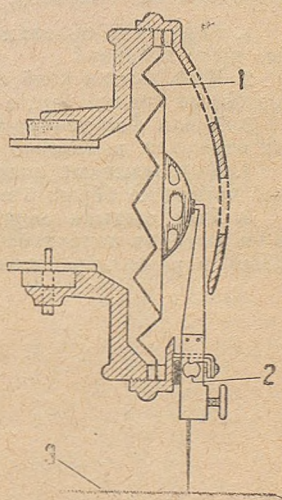

Рис. 243. Граммoфонлõн мембрана.
Граммoфонлõн главнõй частыс мемб- рана (рис. 243)—вõснитик металлической нето слюдяной пластинка (1), кõда сы гõ- гõрын шогман звуккез влияннё увтын по- ндõ колебайтчыны. Мембрана бердõ кре- питõма йыла ем, кõда сýлалõ небыт воск слойõн вевттьõм пластинка вылас (3). Граммoфонлись пластинкасõ бергõtõ либо часовõй механизм либо электрической мотор. Гижикõ мембрана вылõ шедан звуковõй колебаннёас мембранасõ да емсõ вайõtõны движеннёй, а этасян емыс ас- лас колебаннёазлись следдасõ кольõ воск слойõн (рис. 243). Восковõй пластинка вылись особõй способõн получайтõны точ- ной копияз граммoфонной пластинка чорыт вевдõр вылын. Ежели граммoфон вылõ сувтõтны готовõй граммoфонной пла-